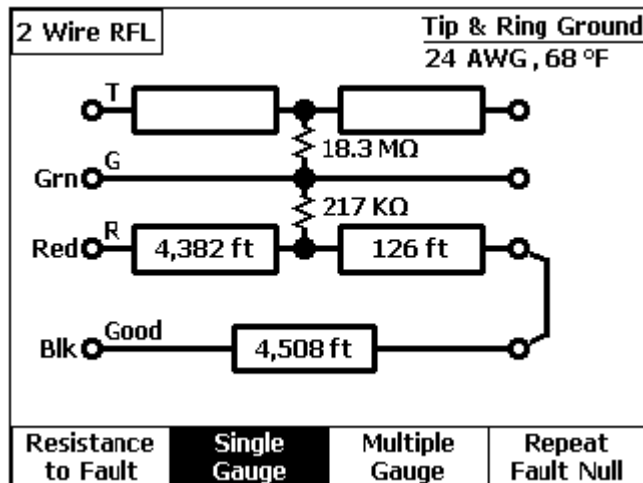

Рисунок 4-18. Результаты теста сопротивления для двух проводников: расстояния
- б) Нажмите кнопку  (**Distance to Fault**), и тогда на экране будут показаны расстояния до точки сбоя и до точки сращивания на дальнем конце (см. Рисунок 4-18):